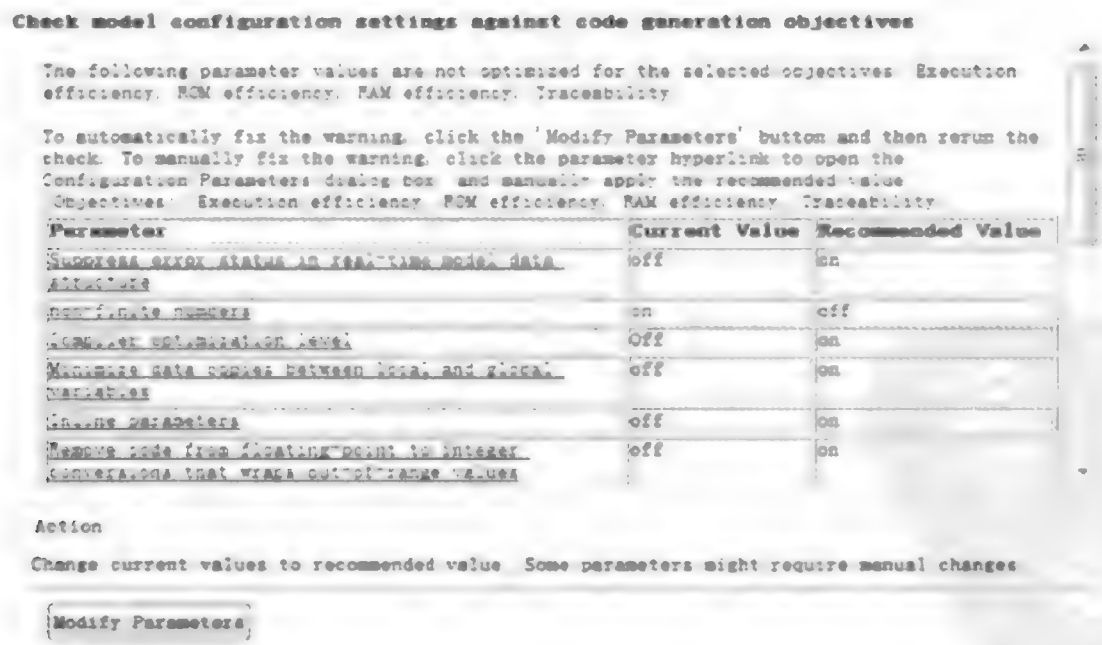

图 9.9.11 针对代码生成目标的模型设置检查任务页面
- (4) 运行 Advisor 后，出现部分警告项，例如，check model configuration settings against code generation objectives 项，列出部分未优化的参数，可通过底部的 Modify Parameters 按钮自动修改，如图 9.9.11 所示。